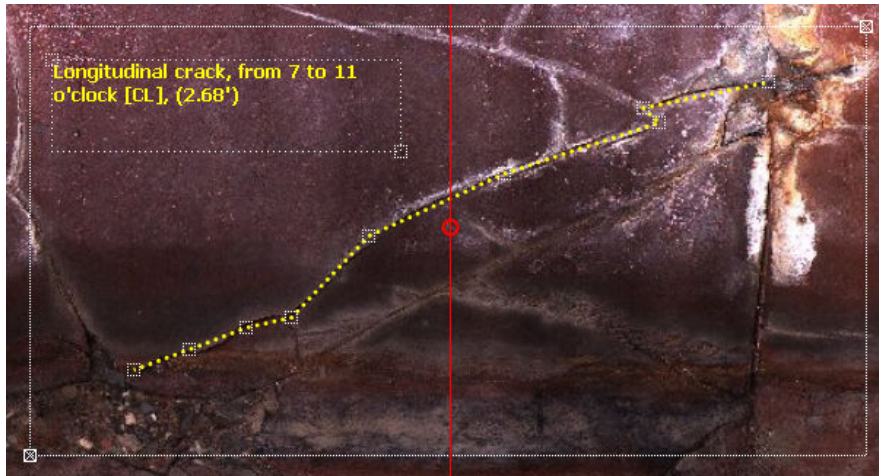

Abbildung 23: Eine selektierte Grafik mit all seinen Punkten
- Wählen Sie die *freie* Grafikrahmengrösse, so können Sie den Grafikrahmen nach Belieben mit den Eckpunkten definieren, so wie in Abbildung 23 dargestellt.